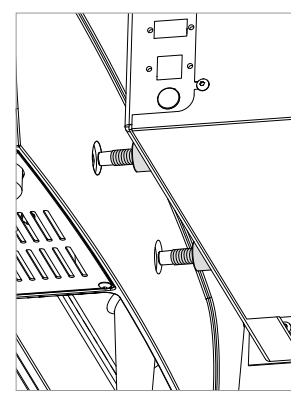
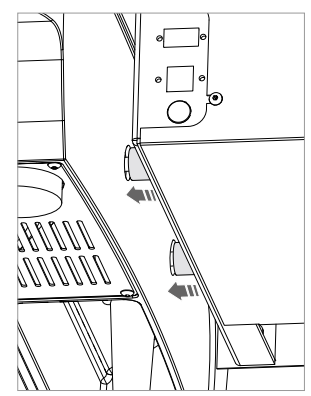

Fig. 32
Fig. 33
- 2) Benader de aanvoerenheid door de 2 bouten in de draadgaten te steken en de bussen in de zitting (verzonken boring) van de basis (Fig. 32 en Fig. 33).